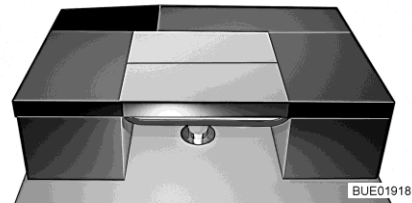

Fig. 160 Dopo la trasformazione
- Posizionare il cuscino dello schienale dei sedili trasversalmente sul tavolo (vedi Fig. 160).